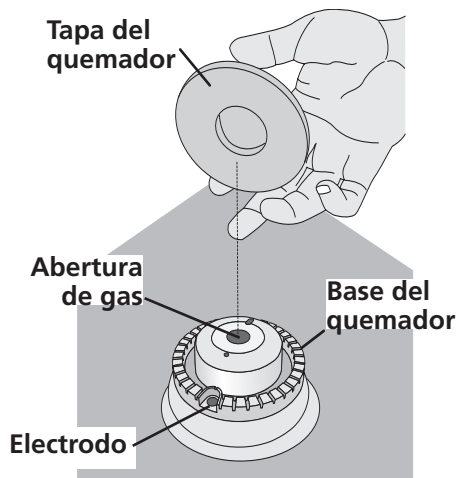

Figura 9
B. Quemadores regulares: Las bases y las tapas de los quemadores se encuentran sobre la superficie. Remueva todas las cintas de las bases de los quemadores y verifique que estos se encuentren acomodados correctamente sobre la base del quemador (vea Figura 9).